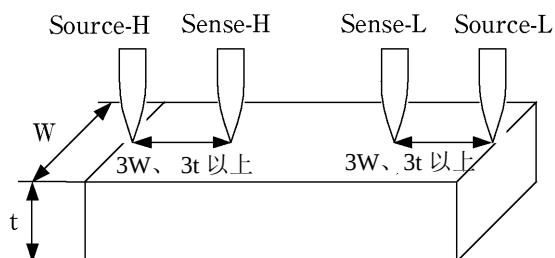

图8. 被测对象有一定宽度或厚度时的探测位置
为了避免这种影响，最好使用本公司 9453 4 端子测试线等，在电流注入点的内侧检测电压。总而言之，在超出被测对象宽度 (W) 或厚度 (t) 的内侧，电流分布应该是一样的。如图8所示，SENSE 端子最好配置在和 SOURCE 端子有 3W 或 3t 之差的内侧。